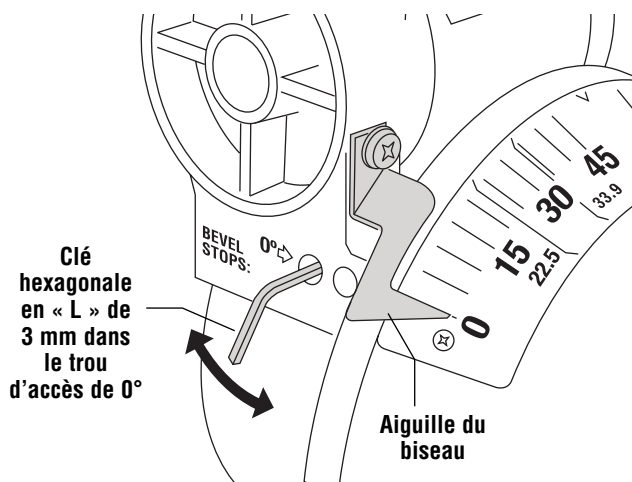

Figure 2b. Réglage de la lame à 0° (90° par rapport à la table)
4. Placez une section de 4 mm de clé Allen sur l'outil universel et desserrez la vis sans tête « D » d'au moins trois tours complets (Figure 2b).